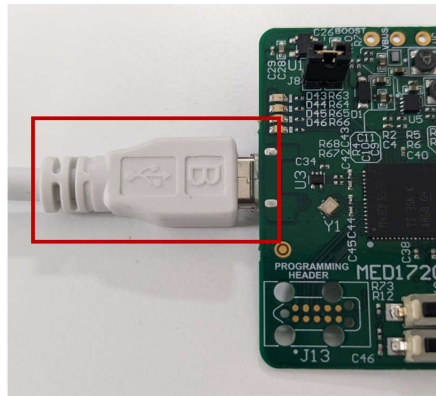

图 2-2. 将 USB 电缆连接到 AFE4510EVM
2. 如图 2-2 所示，使用 EVM 随附的 USB Micro 电缆将 MCU 接口板连接到 PC。